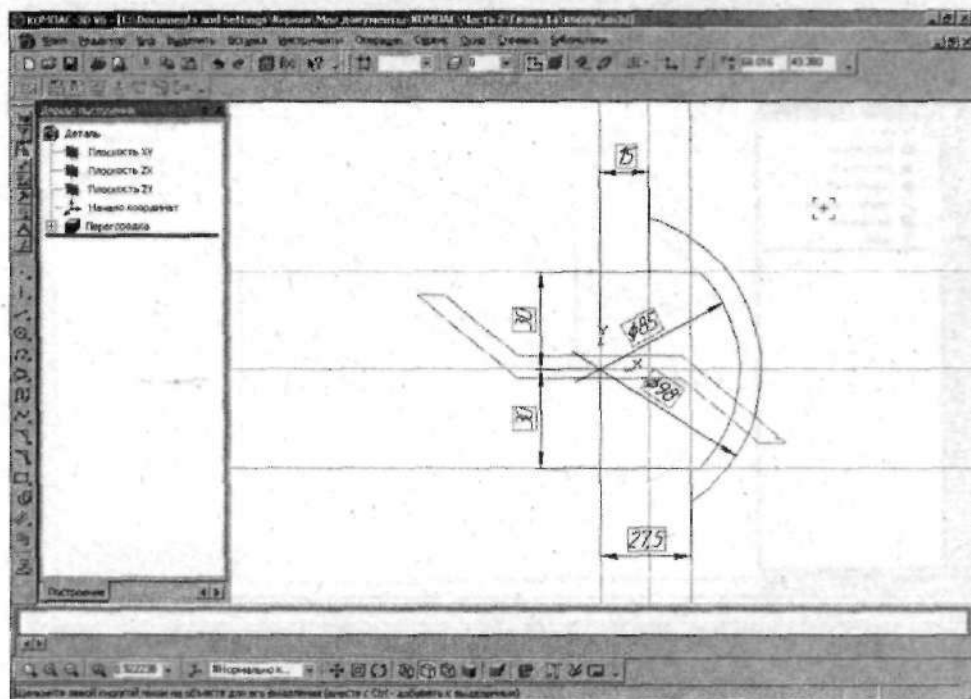

Рис. 2.125. Эскиз распределительного резервуара Корпуса
4. Создайте эскиз, изображенный на рис. 2.125. Данный элемент корпуса будет построен при помощи операции вращения, так что при построении не забудьте провести ось вращения эскиза — вертикальный отрезок через начало координат.